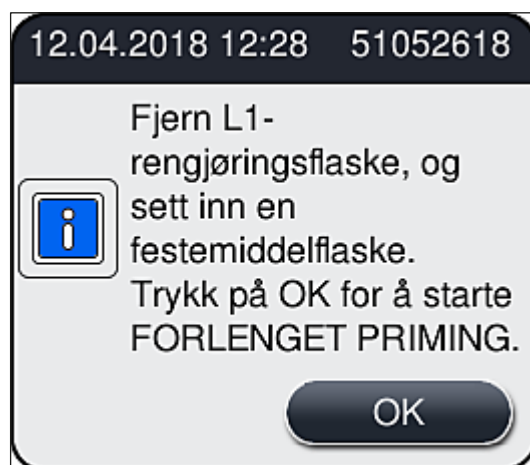

Fig. 105
- » Etter dette bes brukeren om å fjerne rengjøringsflasken fra apparatet og sette inn en ny flaske med festemiddel. Etter innsettingen bekrefter du informasjonsmeldingen (→ Fig. 105) med **OK**. Kasser innholdet i rengjøringsflasken i samsvar med laboratoriebestedemmelsene.